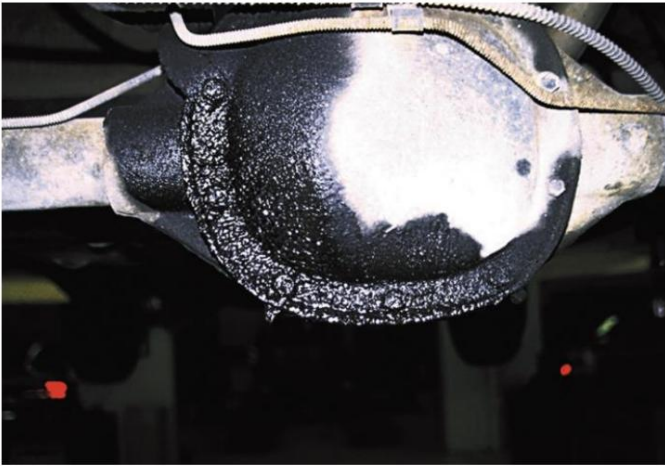

Figura 9. Fuga de la junta de la cubierta trasera.
- Cubierta trasera Figura 9. • Junta